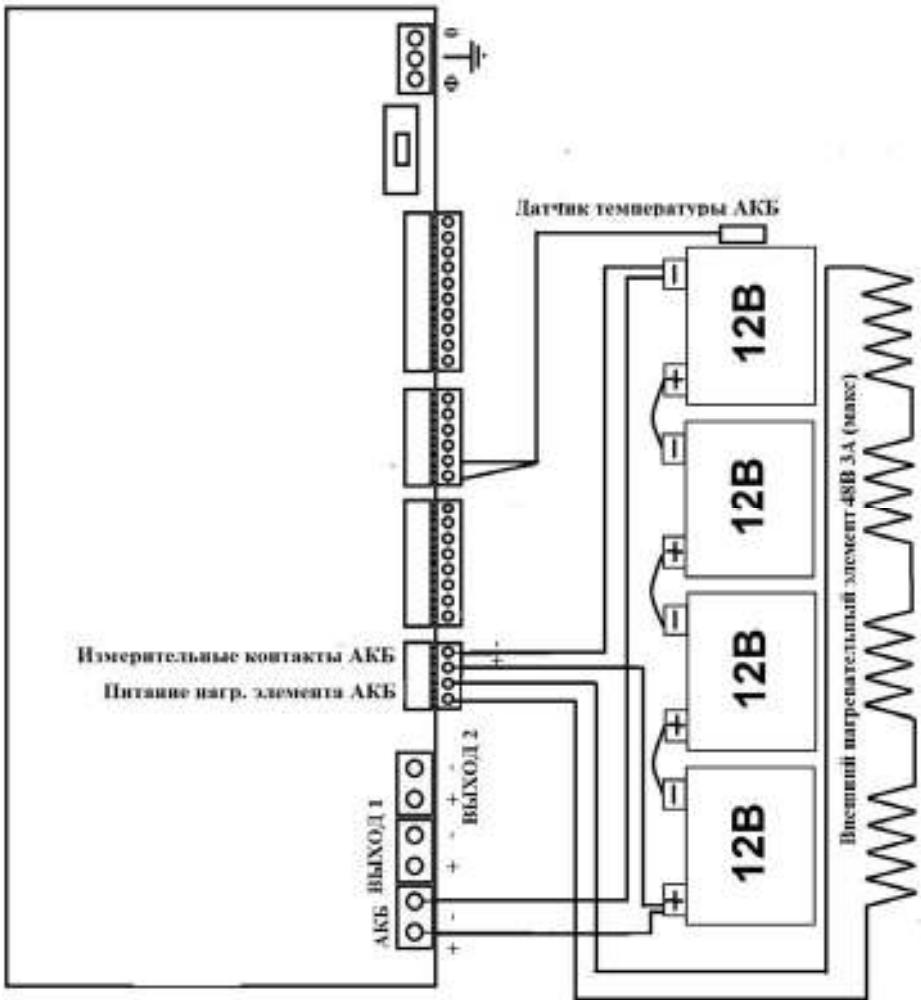
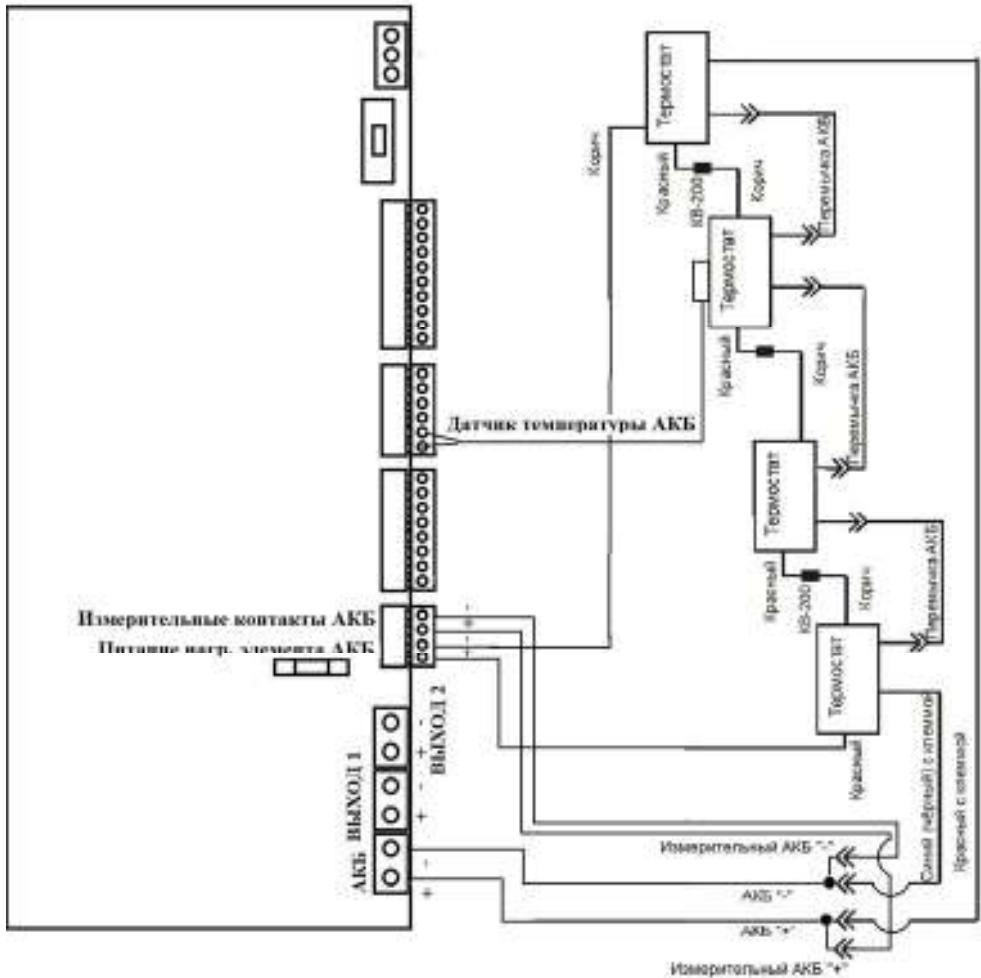

Рисунок 4 – Подключение АКБ с внешним устройством обогрева АКБ с отключением обогрева в режиме «РЕЗЕРВ».
Рисунок 5 – Подключение устройств обогрева Термостат АКБ с отключением терmostатирования в режиме «РЕЗЕРВ».
В изделии реализована возможность использования внешнего нагревательного элемента для обогрева АКБ (см. рисунок 4), либо термостата АКБ (см. рисунок 5), в случае эксплуатации при отрицательных температурах окружающей среды.
- при необходимости термокомпенсации напряжения заряда АКБ и нагрева при отрицательных температурах окружающей среды подключить внешнее устройство обогрева АКБ (см. рисунок 4) или термостаты АКБ (см. рисунок 5) к соответствующим контактам источника;